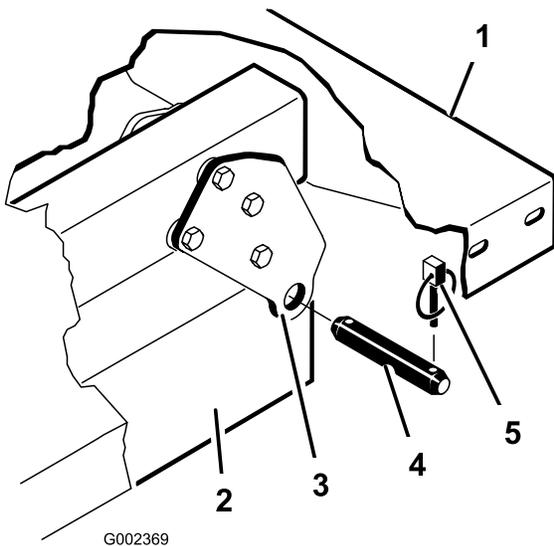

Figure 4
6. Enlevez les goupilles à anneau et les axes de chape qui fixent les supports de pivot aux profilés du châssis (Figure 4).